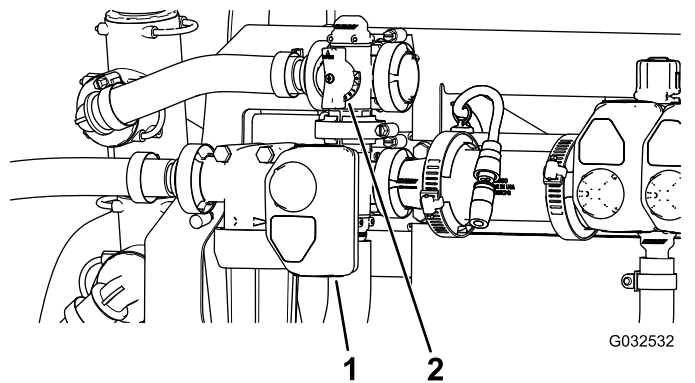

Figure 49
10. Réglez la vanne de dérivation d'agitation (Figure 49) à l'arrière de la vanne d'agitation jusqu'à ce que la pression indiquée sur le manomètre soit 6,89 bar (100 psi).